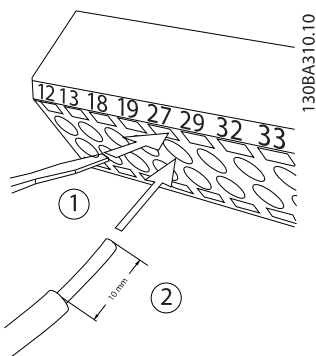

Ilustración 2.12 Conexión del cableado de control
1. Abra el contacto insertando un pequeño destornillador en la ranura situada encima o debajo del contacto, tal y como muestra la *Ilustración 2.12*.